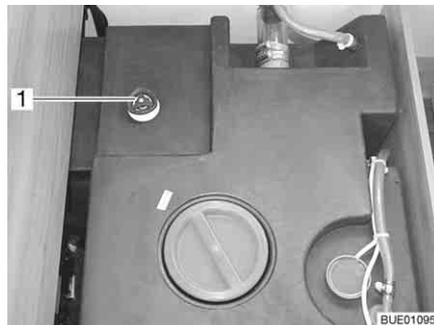

Bild 151 Wassertank mit Drehgriff
- Auf dem Wassertank den Drehgriff (Bild 151,1) entgegen dem Uhrzeigersinn über den Widerstand hinaus bis zum Anschlag drehen, um die Ablauföffnung vollständig zu öffnen.